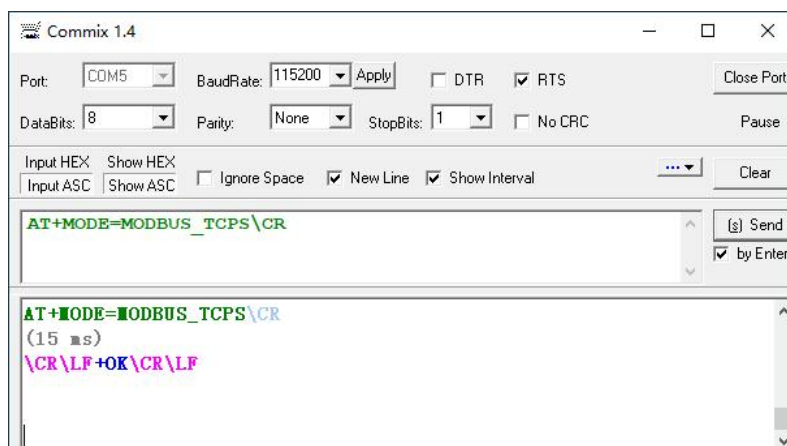

图 12-4 设置MODBUS_TCPS 模式 AT 指令
- 2) 设置设备工作模式，如图 12-4 所示，将工作模式设置为 MODBUS TCP Slave 模式；